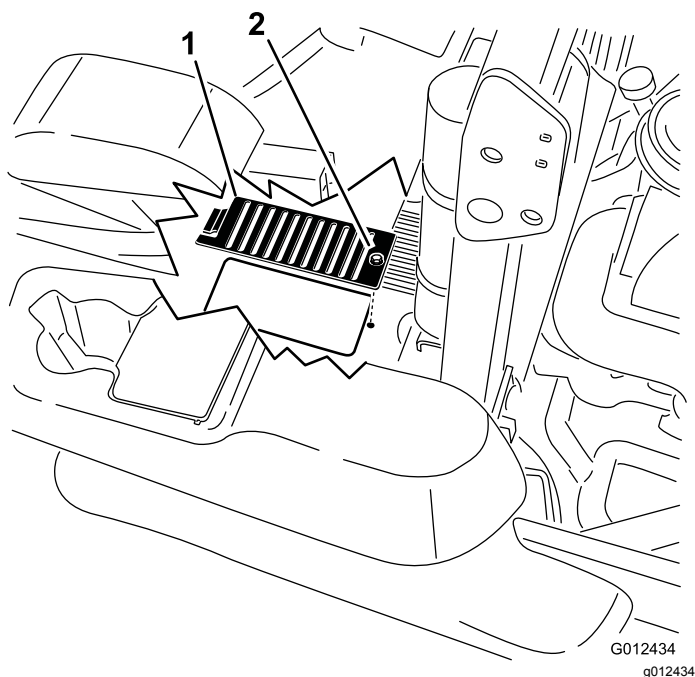

Figure 81
6. Au-dessus de chaque jauge, retirez le couvercle ainsi que le boulon fixé dessus. Nettoyez la surface autour de chaque jauge et unité hydraulique (Figure 81).